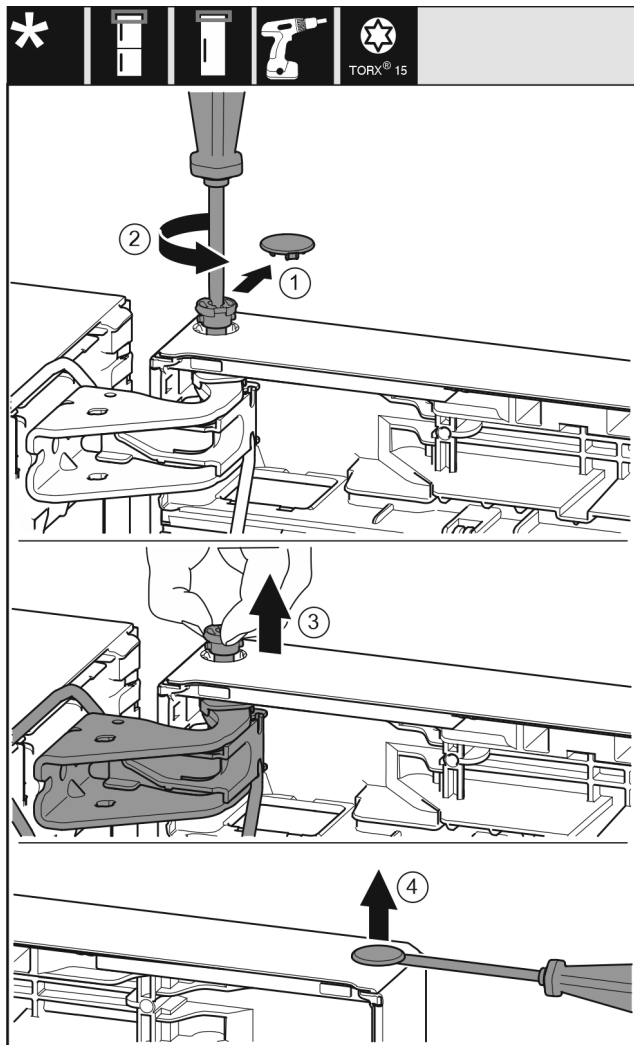

Fig. 22
- ▶ Осторожно снимите предохранительную крышку. Fig. 22 (1)
- ▶ Немного выкрутите палец отверткой T15. Fig. 22 (2)
- ▶ Удерживая дверь, извлеките палец вручную. Fig. 22 (3)
- ▶ Осторожно приподнимите и извлеките при помощи шлицевой отвертки заглушку из опорной втулки двери. Fig. 22 (4)